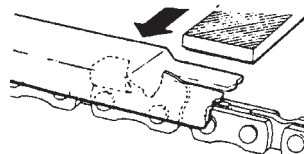

Fig. 40
- 3) Placer la jauge de contrôle sur le maillon-gouge. Si le limiteur de profondeur dépasse de la jauge, le mettre à niveau par rapport à la partie supérieure de la jauge de contrôle. Toujours limer de l'intérieur de la chaîne vers un maillon-gouge extérieur (Fig. 40).